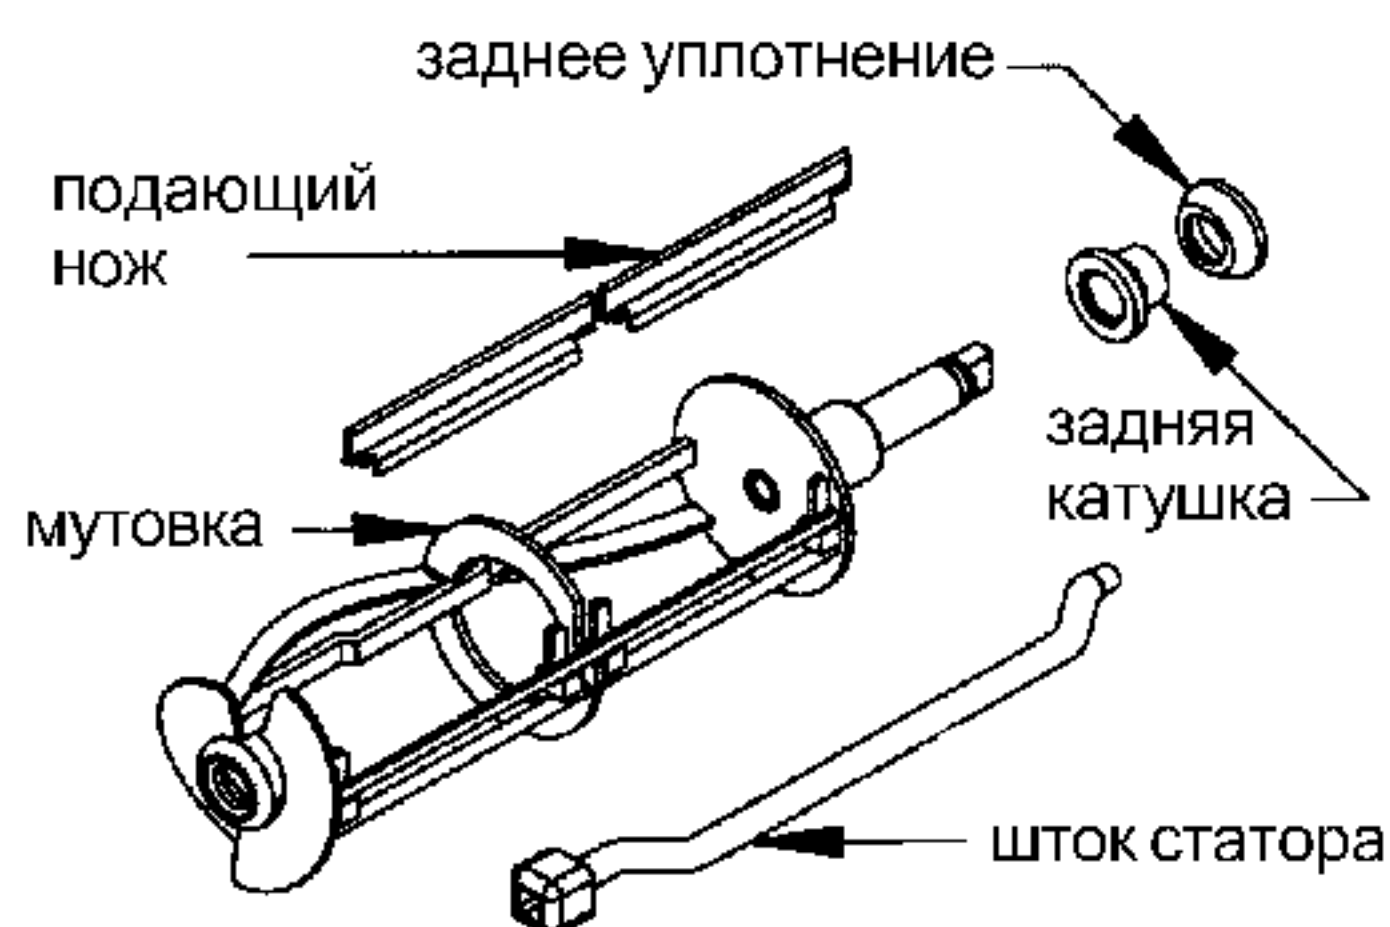

Рис. 8. Узел мутовки
7. Осторожно снимите узел мутовки (рис. 8), чтобы не повредить подающие ножи, а затем разберите его в следующем порядке: